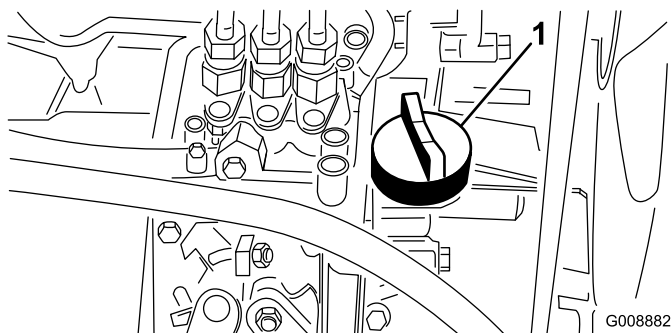

图38
4. 如果油位较低，请取下加油盖（图38），缓慢添加少量机油，不时检查油位，直至油位达到量油尺上的“已满”标记。